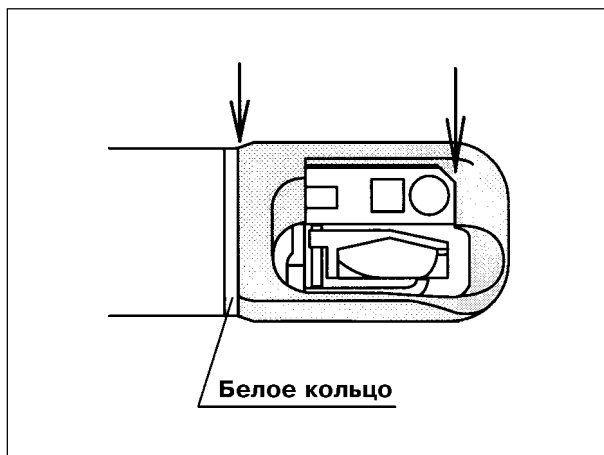

Рис.3.14
5. Убедитесь в отсутствии зазоров между дистальным концом эндоскопа и дистальным защитным чехлом-наконечником в двух местах, которые показаны стрелками на рис. 3.14.